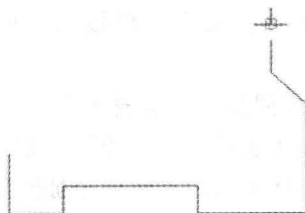

图 2-15 绘制长度为 18mm 的直线
10) 绘制长度为 18mm 的直线。切换为正交模式, 拖动光标向上, 通过键盘输入“18”, 按回车键, 操作结果如图 2-15 所示。